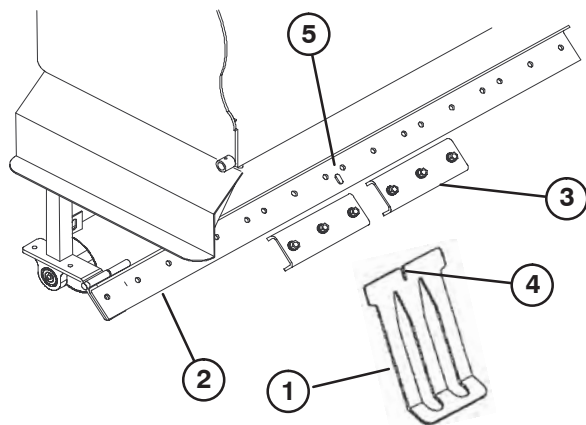

Figure 14
1. Desserrez les écrous retenant les fixations des protège-gazon à la barre porte-protège-gazon (Fig. 14).
2. Glissez le protège-gazon approprié sous la fixation centrale tout en insérant l'encoche sur la clé d'emplacement de la barre porte-protège-gazon (Fig. 14). Reportez-vous à la remarque de la table des accessoires, page 17.
1. Desserrez les fixations de chaque extrémité du racloir à la languette de fixation du racloir (Fig. 14).